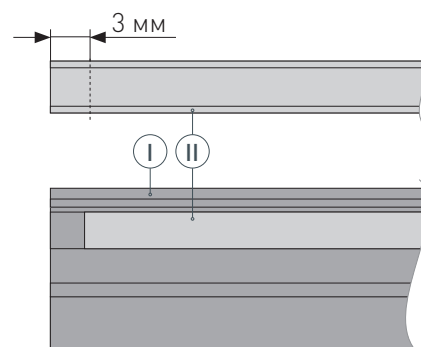

Рис. 2. Установка экрана Ⓜ на профиль Ⓘ, вид сверху
- 3** / Обрежьте экран Ⓜ на 3 мм с каждой стороны для последующей установки заглушки. **ВНИМАНИЕ! Чтобы обеспечить чистый и ровный рез экрана без повреждений, рекомендуется использовать при нарезке кусачки.** Установите экран Ⓜ на профиль Ⓘ, как показано на рис. 2.